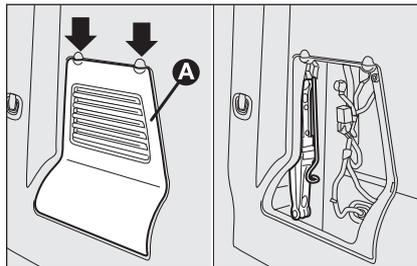

рис. 2
- на некоторых моделях чтобы достать домкрат, нужно снять защитную крышку **А-рис. 2**;